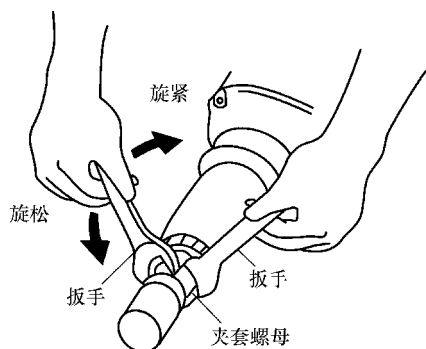

图 7-13 旋紧夹套螺母
3) 再用配置的专用扳手夹住转轴，并且用另一个同样的扳手旋紧夹套螺母，如图 7-13 所示。